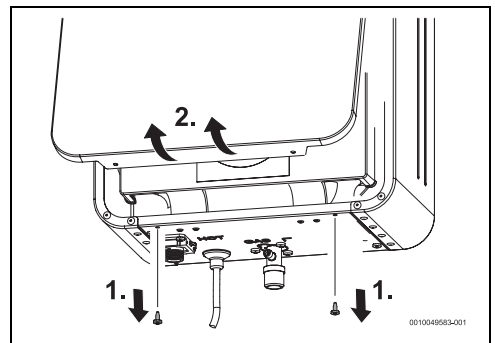

Bild 26 Vordere Verkleidung abnehmen
- Abdeckung des Geräts abnehmen (Bild 26, Seite 23).